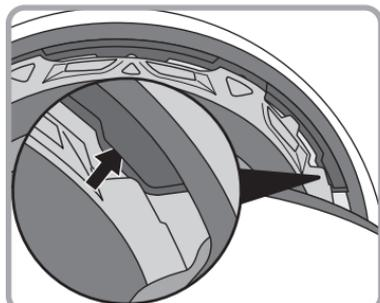

Fig. 1
- 1 Segure o capacete como se mostra na Fig.1 e, em seguida, retire o revestimento intermédio na zona das têmporas dos lados esquerdo e direito, individualmente.
- ① Introduza o forro intermédio nas zonas das têmporas, como se mostra na Fig.1.